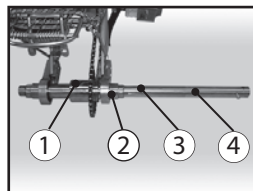

Рис. 13
б) У отвір основної осі (2), з уже встановленими вкладками-ущільнювачами, вставляємо основну вісь (4) (отвір (3) на осі повинен бути зміщений на праву сторону), так щоб отвори (1) і (3) збіглися (рис. 13).